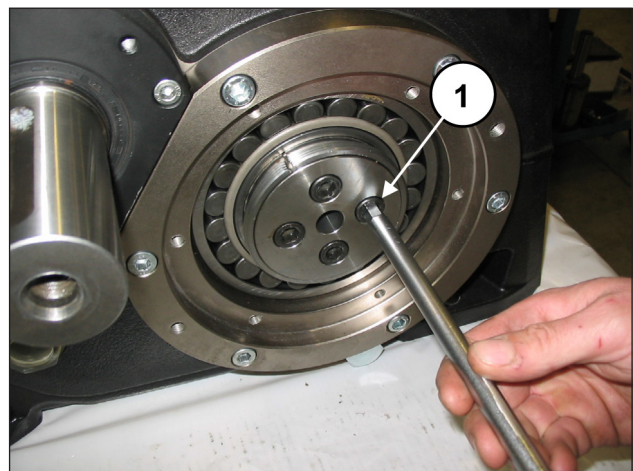

Abb. 89
Nehmen Sie die Schraube M16 von der Kurbelwelle ab. Drehen Sie die zwei Buchsenflansche mit den 4+4 Schrauben M12x25 an die Kurbelwelle (Pos. ①, Abb. 89).